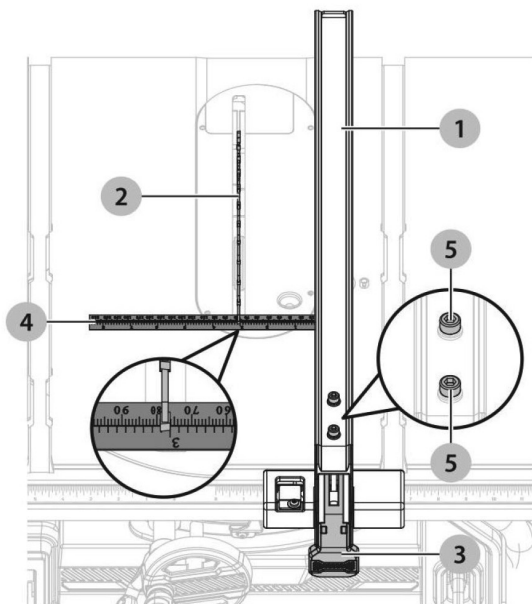

Рис. 43
Установите параллельный упор 1 (рис. 43) на расстояние 75 мм от пильного диска (2) и зафиксируйте упор ручкой (3).